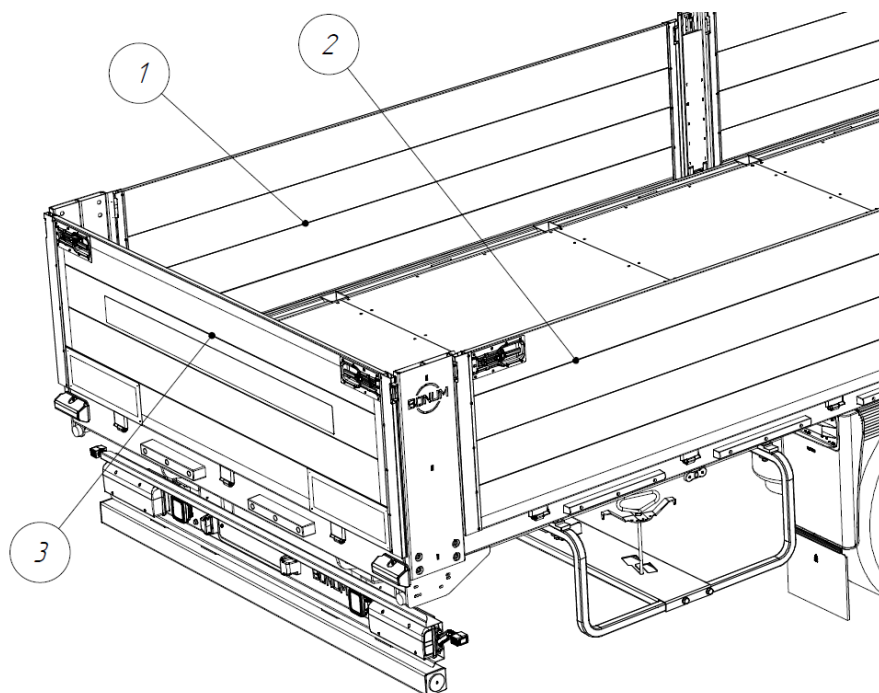

Рис. 1.22 – Откидные борты
Откидные борта (могут отсутствовать в версии полуприцепа «платформа») (рис. 1.22) являются ограничительными элементами грузовой платформы. Левые борта (1) расположены вдоль левой стороны полуприцепа по ходу движения, правые (2) – вдоль правой. В задней части также находится задний борт (3). Стандартная высота бортов - 600 мм или 800 мм.